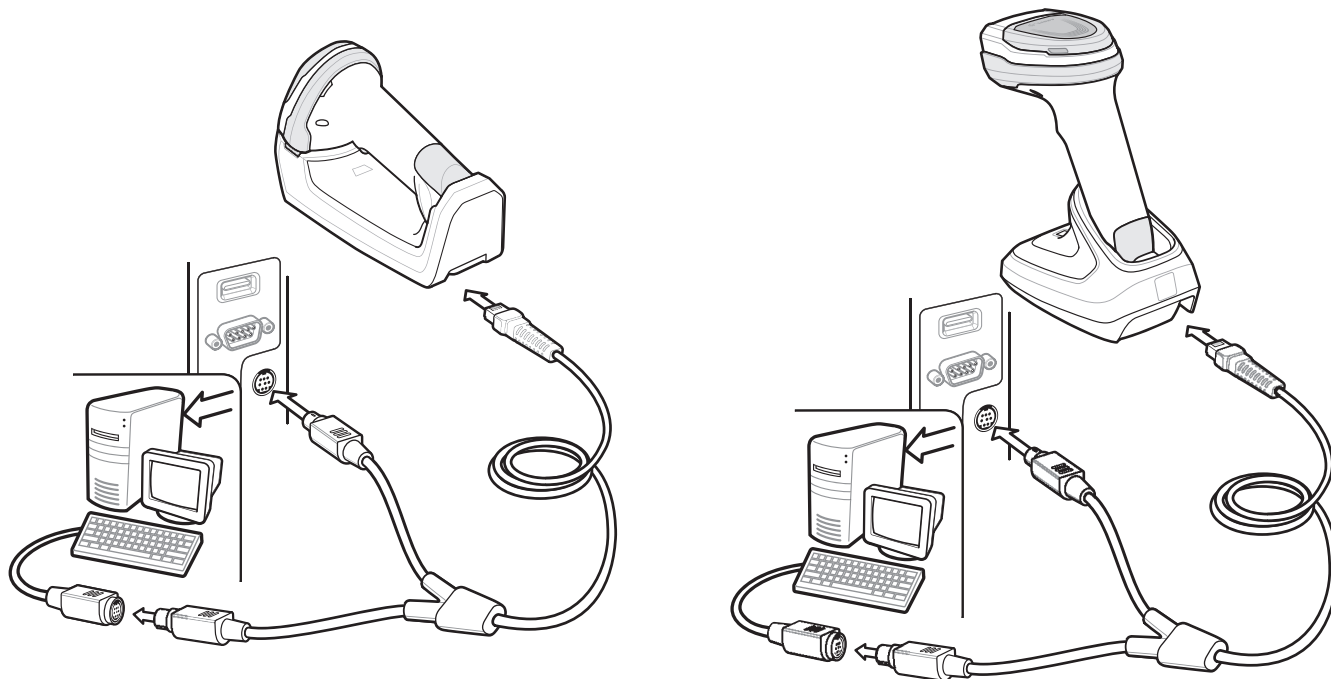

図 12-1 Y ケーブルによるキーボード インタフェース接続
- ✓ **注** 必要なインタフェース ケーブルは、構成に応じて異なります。図 12-1 に示したコネクタは、あくまでも例です。コネクタはイラストと異なる場合がありますが、クレードルに接続する手順は同じです。